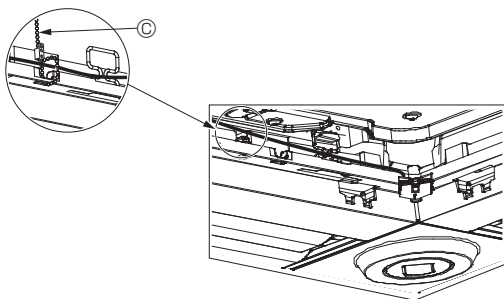

Fig. 10-12
- Zamocować przewody Czujnika i-see i odbiornika sygnału do panelu za pomocą mocowań w sposób pokazany na schemacie tak, aby przewody nie zwisały, a następnie odciąć nadmiar końcówki mocowania. (Fig. 10-12)
- Jeśli położenie Czujnika i-see zostało zmienione z położenia "o" (E) na położenie "□" (F), należy zmienić ustawienia funkcji. (Patrz strona 13).